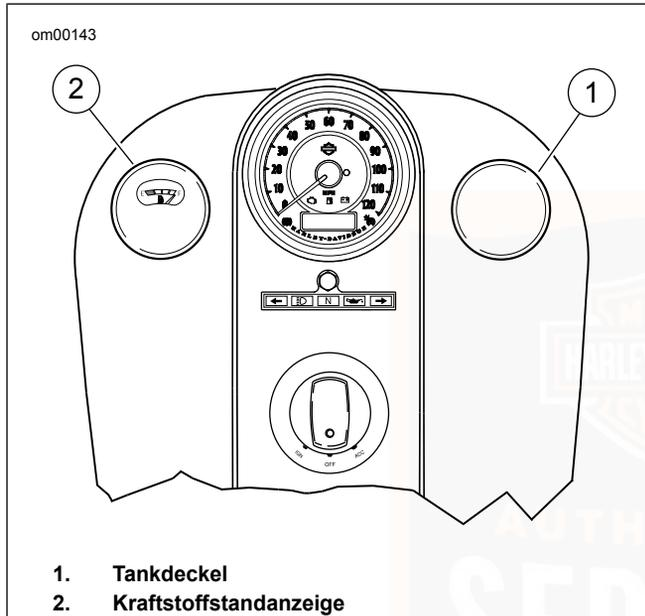

Abbildung 11. Kraftstofftankdeckel und -standanzeige
Siehe Abbildung 11. Der Kraftstofftankdeckel (1) befindet sich auf der rechten Seite des Kraftstofftanks. Die Kraftstoffstandanzeige (2) kann NICHT ausgebaut werden.